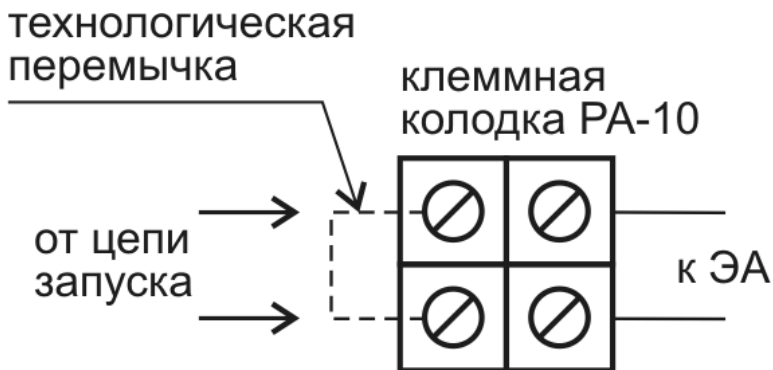

Рис. 3. Схема подключения МПП «Гарант-12».
6.6. Присоединить провода линии пуска к входным контактам клеммника. Схема подключения цепи запуска к МПП «Гарант-12КД» приведена на рис. 3. При подключении МПП «Гарант-12КД» полярность значения не имеет.